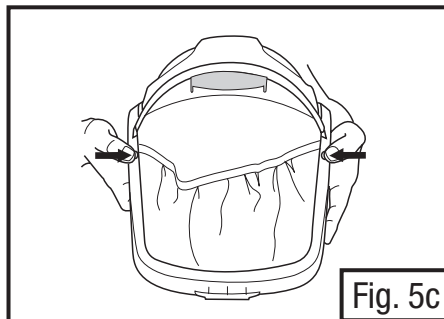
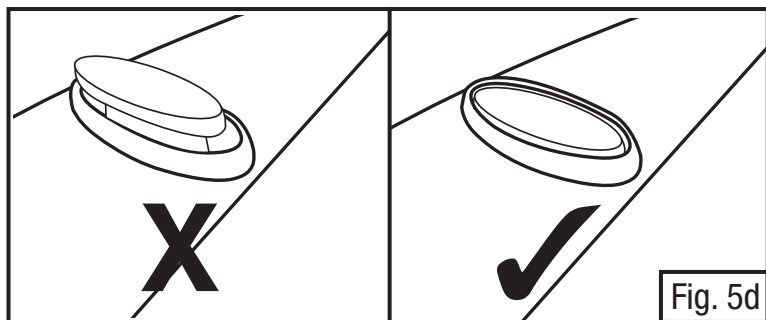

Fig. 5c
Fig. 5d
- Empuje los botones del marco del visor cerrado para asegurar el visor en su lugar. Se debe escuchar un “clic” cuando los botones estén bien asentados en el marco (Fig. 5c). Asegúrese que los botones del visor estén bien fijos y que salgan al marco del visor (Fig. 5d). Si los botones no quedan asentados, levante hasta el marco, saque y vuelva a insertar.